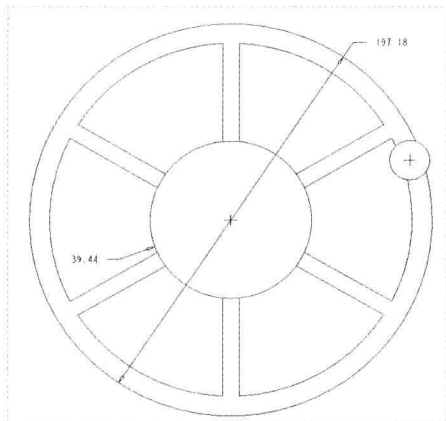

图 3-66 移动尺寸
Step 02 单击鼠标左键的同时，并向右拖曳鼠标至合适位置，释放鼠标，即可完成尺寸位置的移动，如图 3-66 所示。